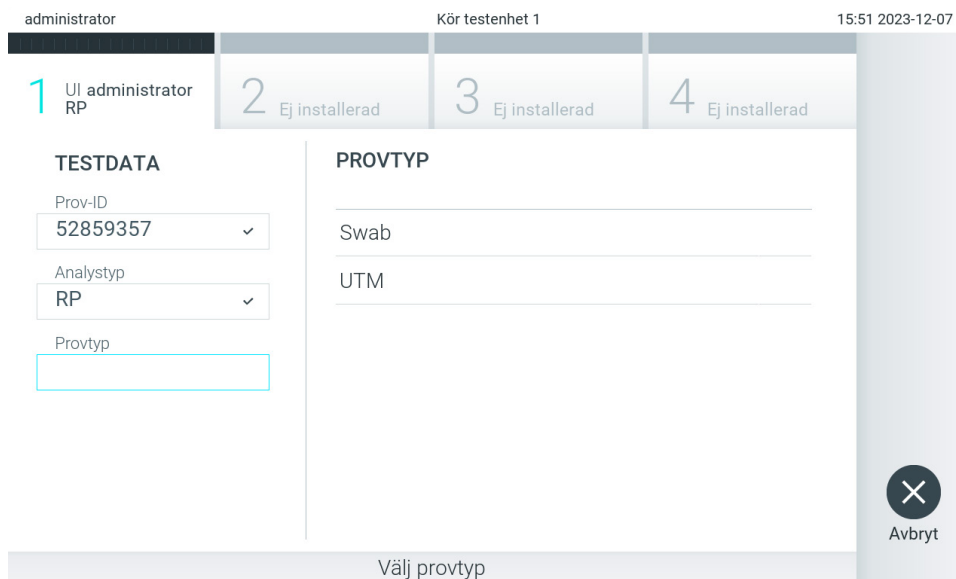

Bild 25. Välj provtyp.
4. Välj lämplig provtyp från listan vid behov (bild 25).